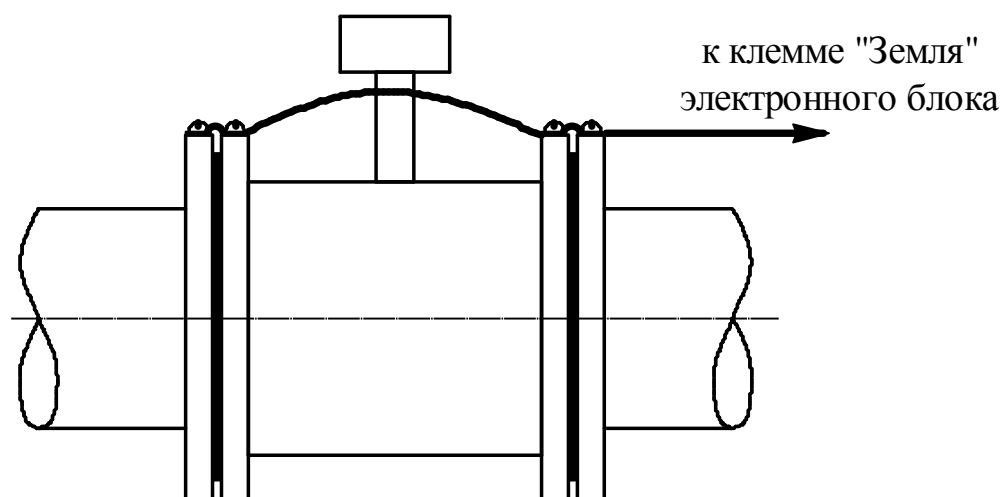

Рис. 6
2.2.2.10 Ответные фланцы трубопроводов и направляющие фланцы должны быть надежно электрически соединены между собой и клеммой «Земля», расположенной на корпусе электронного блока, с помощью провода типа ПВЗ с изоляцией желто-зеленого цвета сечением не менее 2,5 мм² (см. Рис.6).